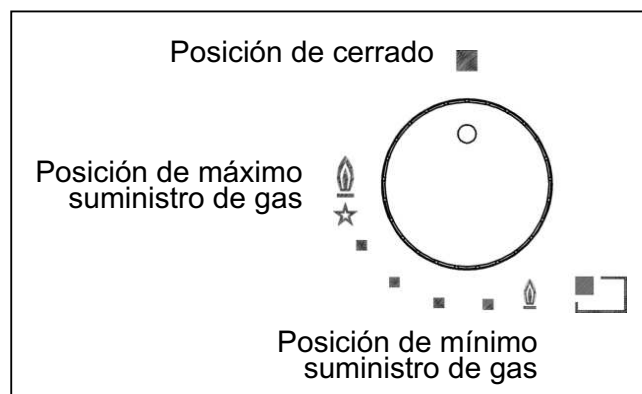

Fig. 19
Presionar y girar hacia la izquierda el mando correspondiente al quemador que se desea usar, colocarlo en la posición de máximo (llama grande fig. 19) y, luego, presionar el mando hasta el final.
Con los quemadores provistos de termopar de seguridad, se debe girar hacia la izquierda el mando correspondiente al quemador que se desea usar, colocarlo en la posición de máximo (llama grande fig. 19) hasta percibir un pequeño tope y seguidamente presionar el mando y repetir la operación indicada anteriormente.
- Una vez conseguida la ebullición, girar el mando a la posición de mínimo (llama pequeña fig. 19).
- **el encendido de los quemadores dotados de termopar de seguridad puede ser efectuado sólo cuando el mando está en posición de máximo (llama grande fig. 19).**